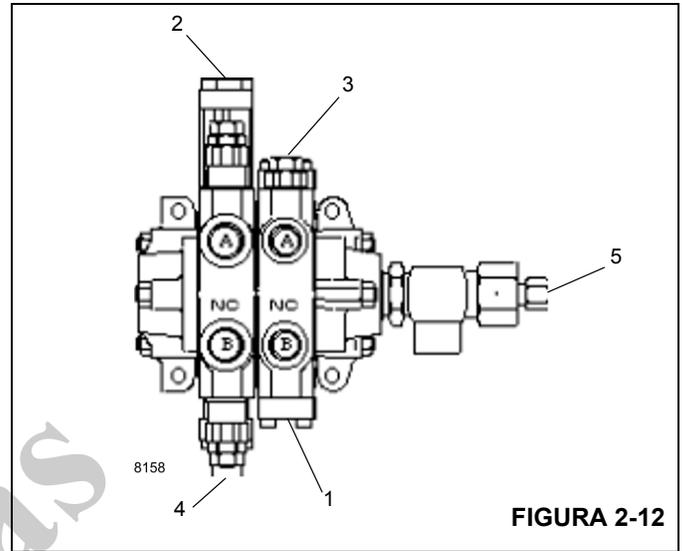

FIGURA 2-12
1. Instale um dispositivo de verificação de pressão de desconexão rápida com indicador no bico de teste no orifício de teste da válvula de giro (5, Figura 2-12).
2. Opere o motor na rotação máxima e manobre totalmente para a direita ou totalmente para a esquerda e segure. Verifique a pressão e ajuste a válvula de alívio (3, Figura 2-12) para 172 bar ± 4 (2500 psi ± 50).